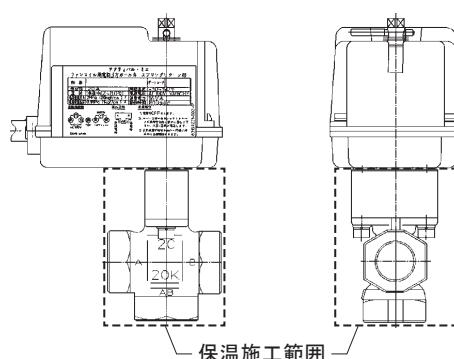

図7 保温施工範囲
- 保温施工は、ロングネック形を使用し、『図7』の[...]の範囲内で処理してください。